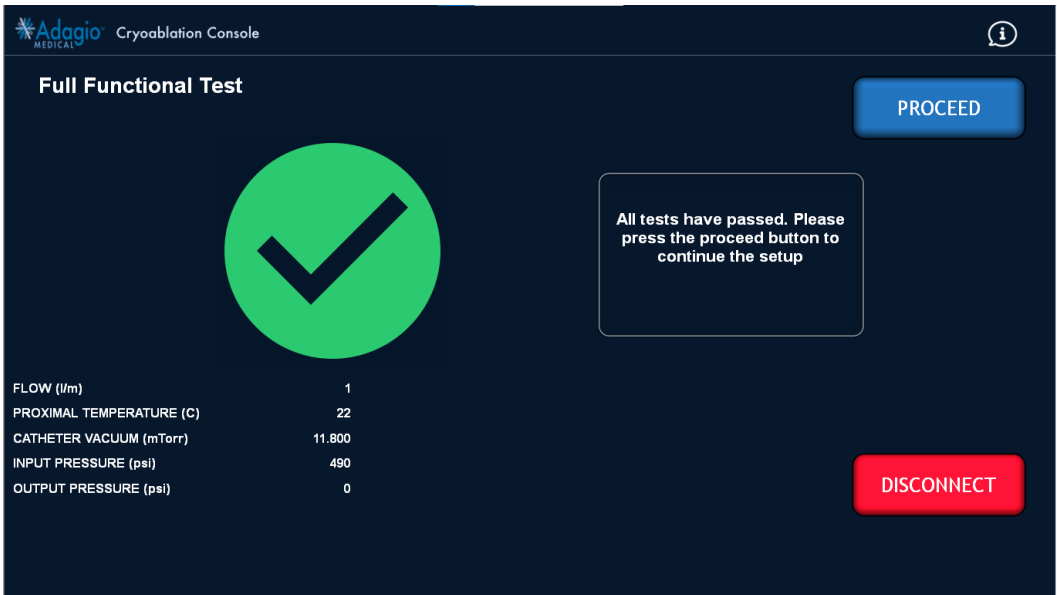

Abbildung 94 – Bildschirmanzeige: Vollständige Funktionsprüfung abgeschlossen
11. Nach Abschluss der vollständigen Funktionsprüfung (Abbildung 94) auf die Schaltfläche „PROCEED“ (Weiter) drücken, um den Modus „Full Functional Test“ (Vollständige Funktionsprüfung) zu beenden.